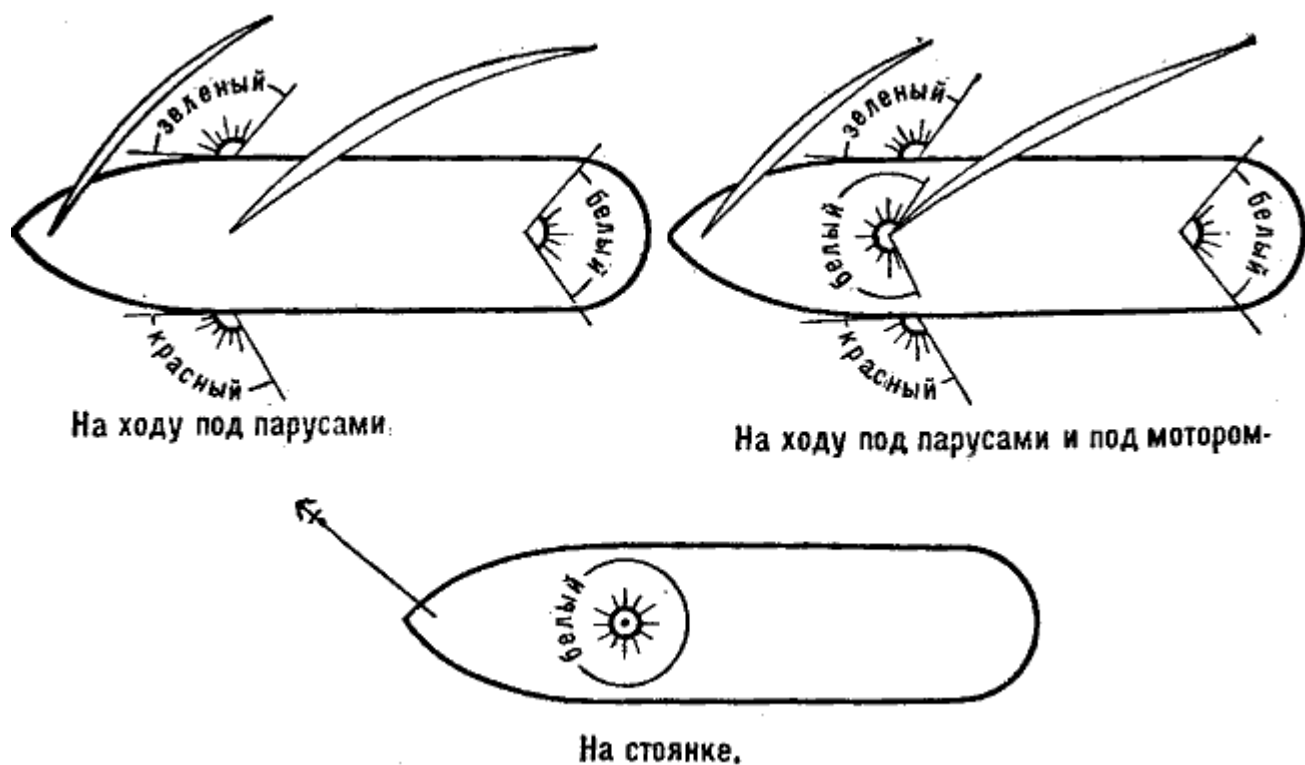

Рис. 145. Огни парусной моторной яхты в морском и речном плавании
7. Парусно-моторные и парусные суда, идущие только под парусами, должны нести красный и зеленый отличительные огни и гаковый белый огонь. Парусное-моторное судно, идущее под парусами и с помощью мотора, обязано нести огни, установленные для судов с механическим двигателем (§ 37, рис. 145).